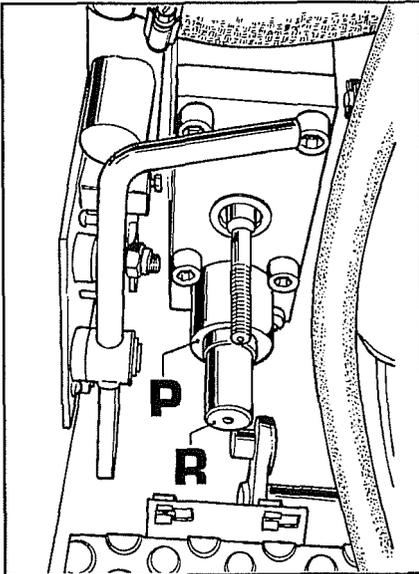

Fig. 17
c. Appliquer la douille **P** d'un diamètre intérieur de 29 mm sur la plaque, puis positionner le centreur **R** (fig.17).